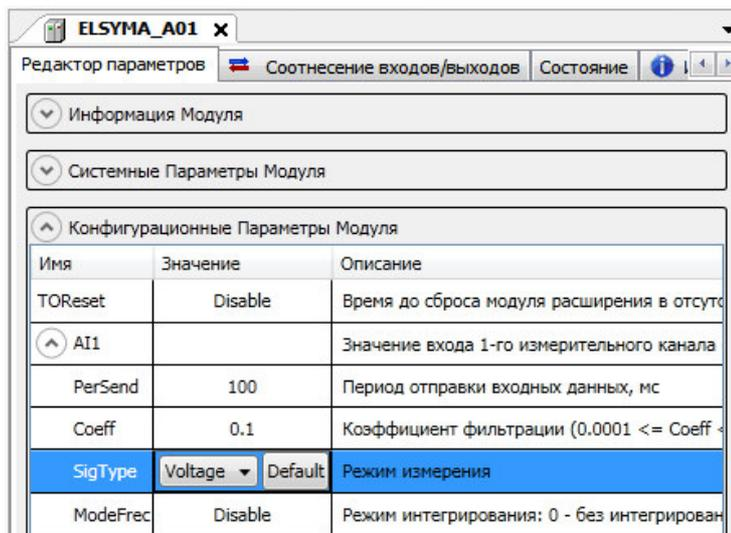

Рисунок 3.11 – Редактор параметров *ELSYMA_A01*. Конфигурационный параметр *SigType*
11. В дереве устройств найти узел **ELSYMA_A01** и открыть, дважды нажав левую кнопку «мыши». В закладке *Редактор параметров* во вкладке *Конфигурационные параметры модуля* установить значение режима измерения *SigType* для канала *AI1 – Voltage* (рисунок 3.11).